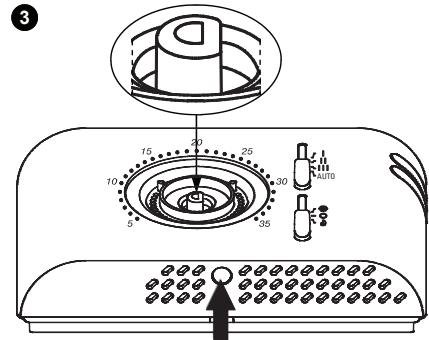

Fig. 4 - Abb. 4
- 3 Empujar, con la ayuda de un destornillador, la lengüeta de plástico situada en la rejilla de la parte inferior hasta levantar levemente la tapa (Fig. 4).
- 3 À l'aide d'un tournevis, pousser la languette plastique située dans la fente en bas jusqu'à soulever légèrement la calotte (Fig. 4).